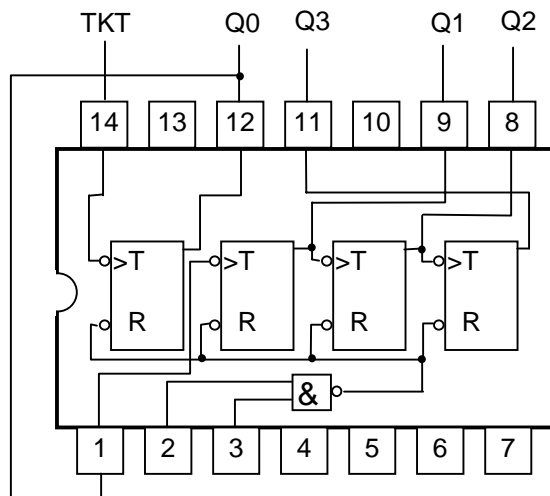

Bild 6.2
- 6.2 Vervollständigen Sie für die im Bild 6.2 dargestellte Zählerschaltung das Impulsdiagramm auf dem Arbeitsblatt. (3 BE)